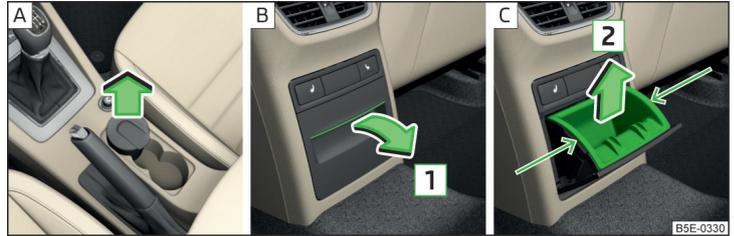

Abb. 91 Aschenbecher vorn herausnehmen / Aschenbecher hinten öffnen / Aschenbechereinsatz hinten herausnehmen
- Den Aschenbecher in Pfeilrichtung herausnehmen » Abb. 91 - [A].
- Am Oberteil der Vertiefung ziehen und den Aschenbecher in Pfeilrichtung [1] aufklappen » Abb. 91 - [B].
- Den Einsatz im mit Pfeilen gekennzeichneten Bereich fassen und in Pfeilrichtung [2] herausnehmen » Abb. 91 - [C].